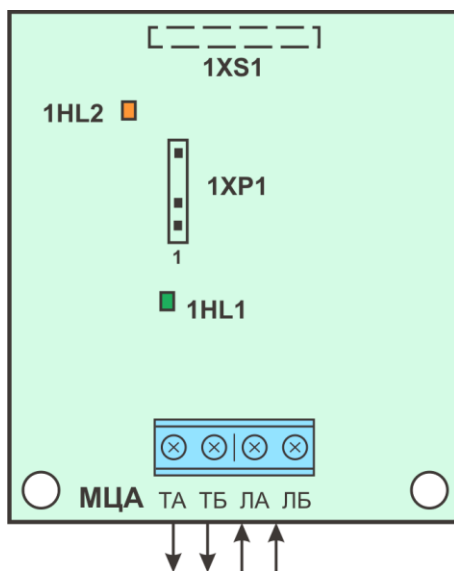

Рисунок 7.15 – Підключення входів та виходів МЦА
- Встановити плату комунікатора на плату БМК приладу, з'єднавши роз'єм 1XS1 комунікатора (рис. 7.15) зі з'єднувачем 3XP4 приладу (додаток Б, рис. Б.1) та зафіксувавши плати між собою тримачами.
Підключення входів та виходів МЦА наведена на рис. 7.15. Призначення клем та з'єднувачів МЦА наведено в таблиці 7.5.
¹ Виносні індикатори дублюють індикатори 1HL1 та 1HL2 рис. 7.15. В якості виносних індикаторів використовуються світлодіоди: катод (мінус) та анод (плюс).